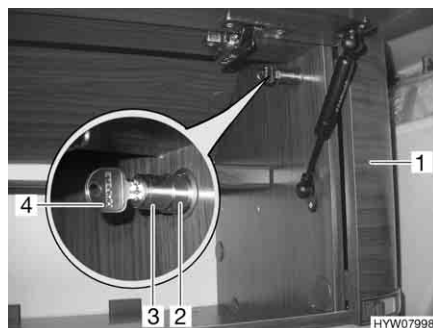

Fig. 69 Base estraibile con serratura a pressione
- Girare la chiave (Fig. 69,4) in senso orario di un quarto di giro. La parte interna (Fig. 69,3) della serratura a pressione (Fig. 69,2) scatta all'infuori.
- Estrarre la base estraibile laterale (Fig. 69,1).
- Inserire completamente la base estraibile laterale (Fig. 69,1).
- Premere verso l'interno la parte interna (Fig. 69,3) della serratura a pressione (Fig. 69,2), finché non si innesta. La base estraibile laterale è bloccata.